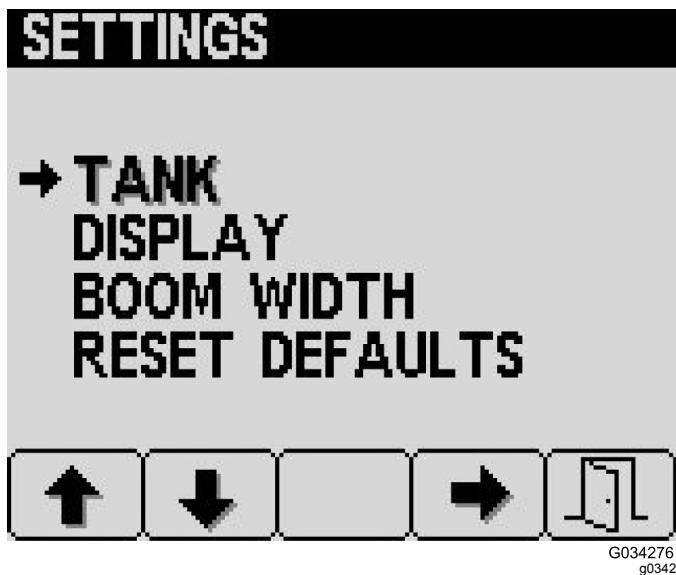

Figure 19
Pour ouvrir l'écran Réglages, appuyez sur le bouton 2 de l'écran Menu principal (Figure 16) jusqu'à ce que l'option Réglages soit atteinte, et appuyez sur le bouton 4 pour la sélectionner (Figure 19).
1. Appuyez sur le bouton 4 de l'écran Réglages pour sélectionner les réglages de la cuve (Figure 19).
1. Appuyez sur le bouton 2 de l'écran menu Réglages jusqu'à atteindre l'option Affichage, puis appuyez sur le bouton 4 pour sélectionner Affichage (Figure 19).
Les réglages de largeur de rampe sont pré-remplis à l'usine de production (Figure 19).